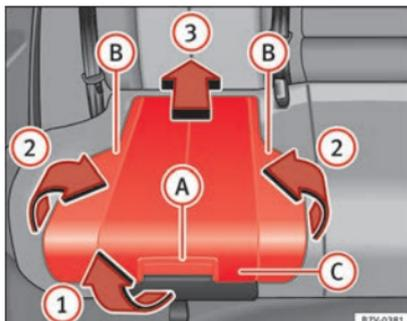

Fig. 92 Siège intégré pour enfants : lever l'assise.
• Tirez le coussin de siège vers l'avant avec le levier de déblocage » fig. 92 A dans le sens de la flèche » fig. 92 1.
• Pliez vers le haut les deux côtés » fig. 92 B, dans le sens de la flèche » fig. 92 2.
• Poussez le coussin de siège vers l'arrière » fig. 92 C dans le sens de la flèche » fig. 92 3 jusqu'à ce qu'elle s'encastre.